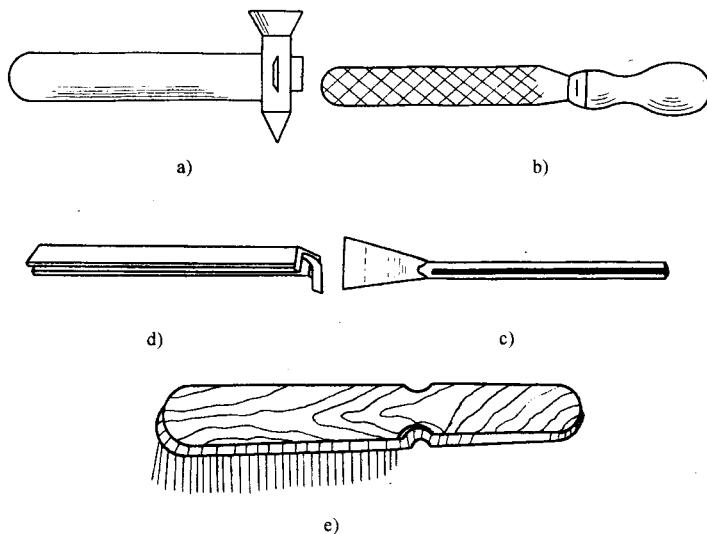

图 2-1 常用的手工除锈工具
(1) 除锈工具 手工除锈，由于工件的材质不同，形状大小各异，锈蚀的种类和锈蚀程度差别很大，常常需要多种工具互相配合使用，才能达到除锈的目的。对于平面工件，如果只存在铁锈，采用刮铲和砂布就能够除掉。当既有氧化皮又有焊渣时，就要用铁锤、铲刀将其除掉。工件表面的凸起和锐边，可采用粗纹钢锉修整。对于结构复杂工作的凹陷部位的锈蚀，可采用钢丝刷来清除。常用的手工除锈工具如图 2-1 所示。